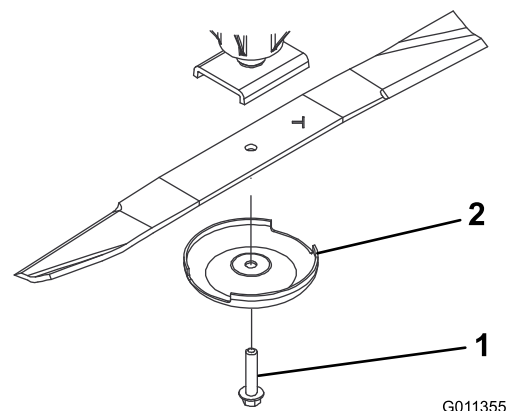

Bild 97
3. Entfernen Sie die Messerschraube, die Antiskalpieerkuppe und das Messer von der Spindelwelle (**Bild 97**).